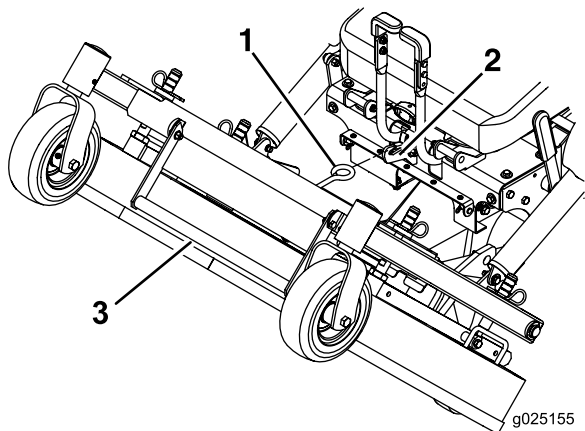

Figura 11
7. Utilizzando la maniglia di sollevamento del piatto di taglio, sollevate il piatto di taglio e fissatelo in posizione sollevata (il fermo si trova nella parte anteriore centrale del sedile), come illustrato nella Figura 11.
1. Tenendo saldamente la maniglia di sollevamento del piatto di taglio, sganciate il fermo del piatto di taglio dalla macchina e abbassate lentamente il piatto di taglio a terra (Figura 11).